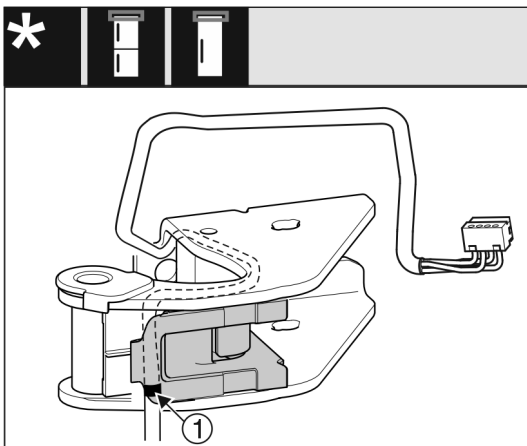

Fig. 28
- ▷ Keskmise märgistuse peab asuma seejuures kaablihoidiku serval Fig. 28 (1).